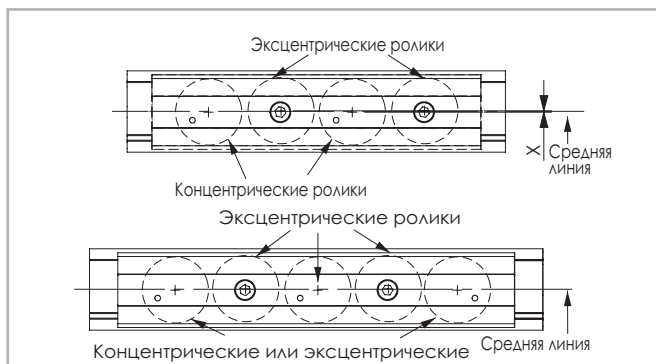

Рис. 63
- Использовать не более 2 роликов с концентрическими осями, пример расположения согласно рис. 63.